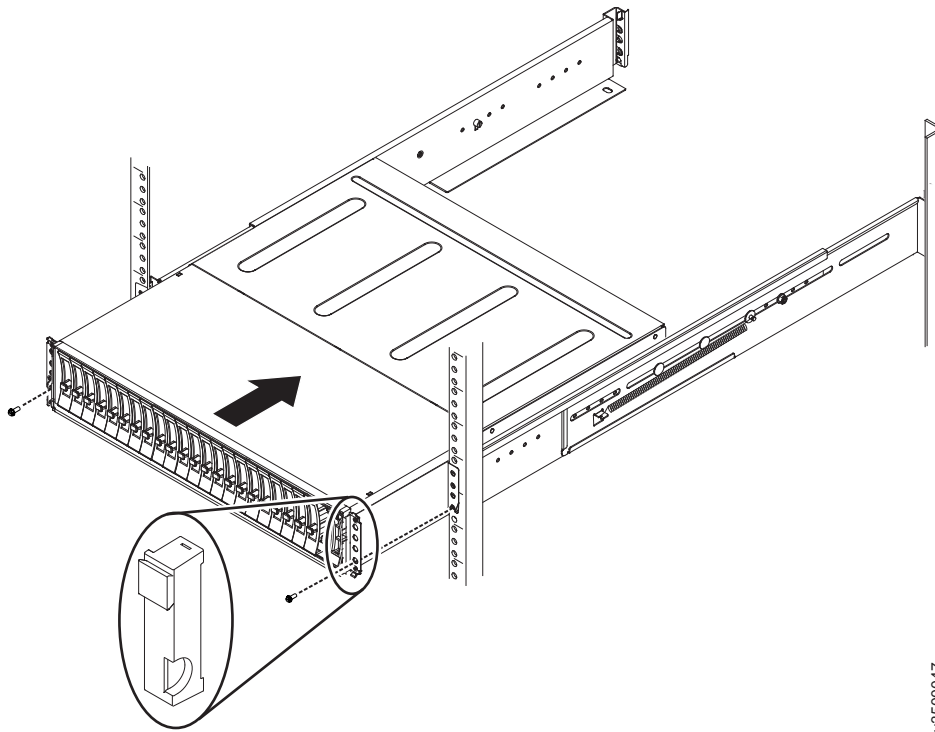

Figura 41. Insertar el alojamiento en el bastidor
3. Deslice con cuidado el alojamiento hacia el interior del bastidor por los rieles hasta que el alojamiento quede insertado por completo (consulte la Figura 41 en la página 39).
5. Vuelva a instalar las tapas izquierda y derecha. Consulte Figura 41. La tapa izquierda tiene ventanas indicadoras que se alinean con los LED de estado (diodos emisores de luz) del borde del alojamiento.